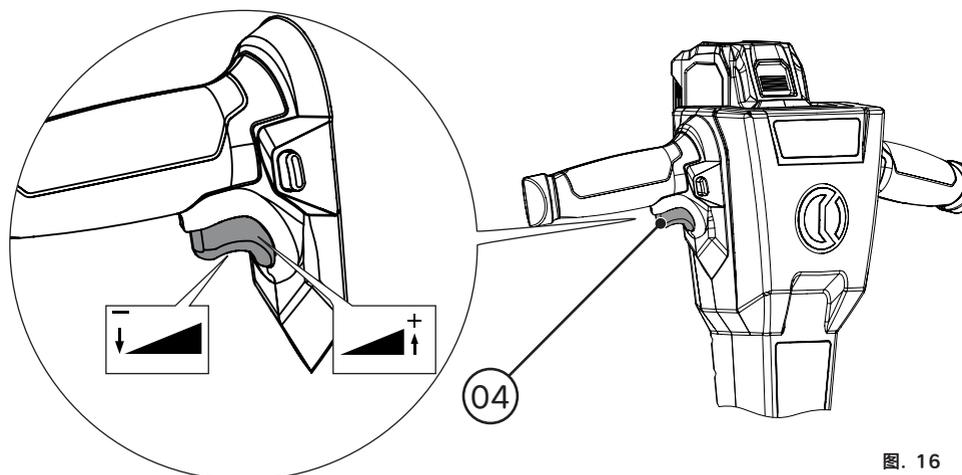

图. 16
- 3) 按下“开始/停止”键 (04) 启动拧紧/拧松 (图. 16)。
- 4) 渐进按下/放开“开始/停止”键 (04) 以调整拧紧/拧松的速度快慢。
- 5) 完全放开“开始/停止”键 (04) 以停止拧紧/拧松。